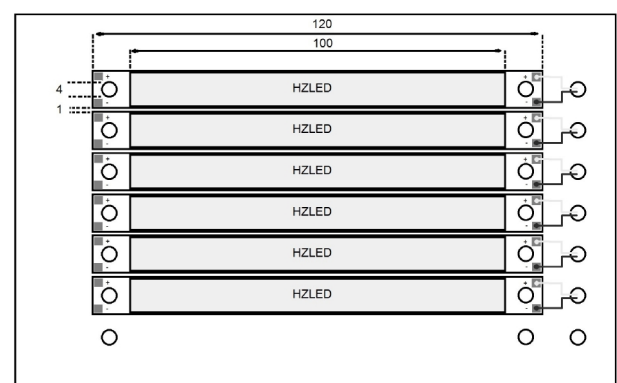

figura 2
2. Cada tira led tiene un máximo de 1050 lm. Y en total consta de 6 tiras dando un flujo luminoso máximo de 6300 lm. Situando dichas tiras led a una altura adecuada podremos emular la densidad de luz solar[figura 2]